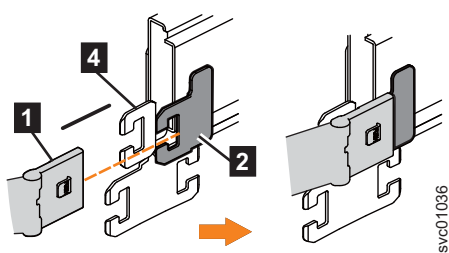

图 52. 将上部 CMA 的内部连接器安装到支撑导轨的内部构件上
2. 从外部和内部支撑导轨中将上部 CMA 组合件的内部连接器 (**1**) 安装到左侧支撑导轨的内部构件 (**2**) 上, 如图 52 中所示。